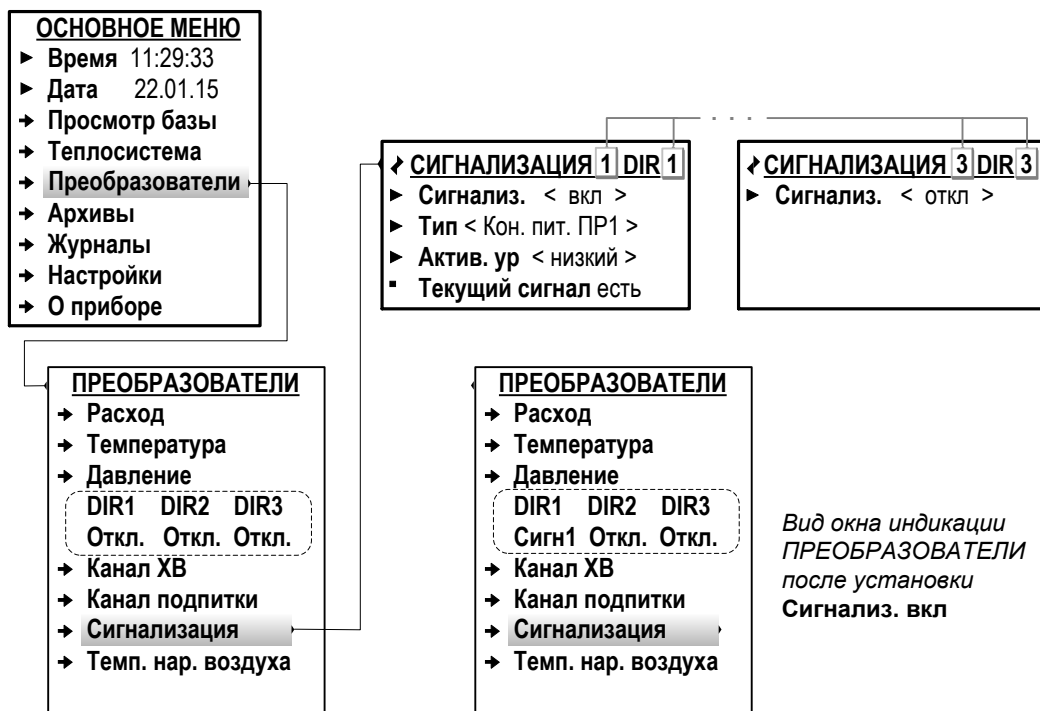

Рис.27. Вид меню настройки входов «Сигнализац» (режим СЕРВИС).
7.5.3.2. Вид меню **Преобразователи / Сигнализац** для настройки входов DIR1, DIR2, DIR3 приведен на рис.27. Меню настройки становится доступным после установки значения **вкл** для параметра **Сигнализ.**